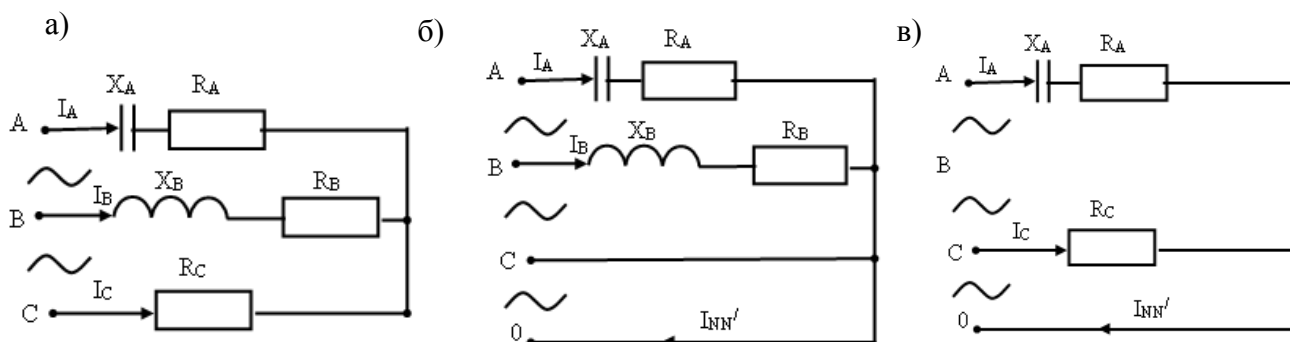

Рисунок 3.2 – Схемы при аварийной работе цепи
2.1 Рассчитать параметры цепи при обрыве нулевого провода (рис. 3.2, а)
2.2 Рассчитать параметры цепи при обрыве фазного провода В (рис. 3.2, б)
2.3 Рассчитать параметры цепи при коротком замыкании в фазе С (рис. 3.2, в)